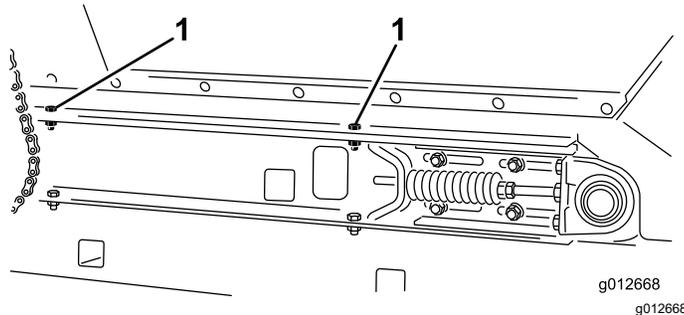

Figura 37
- 4. Em cada lado da máquina, prenda a tremonha às calhas da estrutura de deslizamento (Figura 37) com os dois parafusos, as duas anilhas e as duas porcas de bloqueio que removeu em Desmontar a plataforma lateral \(página 23\).